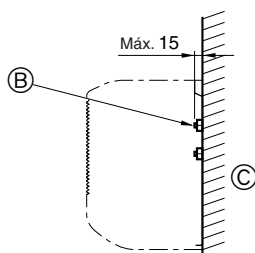

Fig. 3-5
- ▶ Fixe a placa de montagem na parede alinhada pela sua fila do meio, faça furos de 12 mm de diâmetro, com parafusos à venda no comércio (graças aos parafusos, à fixação de parafusos e porcas) de rosca M10 ou W3/8. A ponta do parafuso não deve sobressair mais de 15 mm da superfície da parede. (Fig. 3-5)